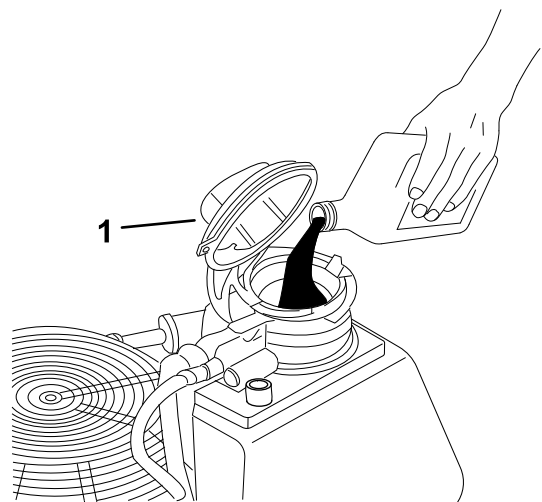

Figura 39
7. Si el nivel de aceite es bajo, abra el tapón de llenado (Figura 39).